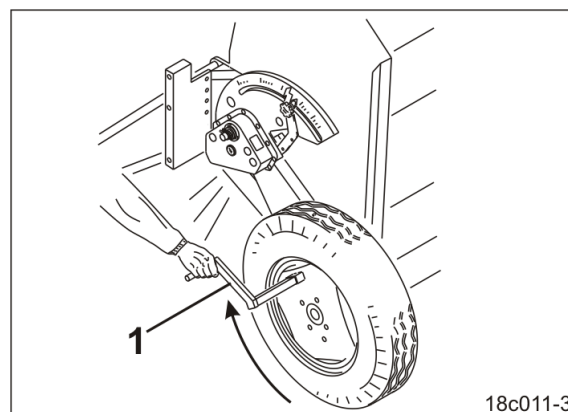

Fig. 158
- 9.3 Sett kalibreringssveiven (Fig. 158/1) inn i firkanttrøret på det høyre hjulet.